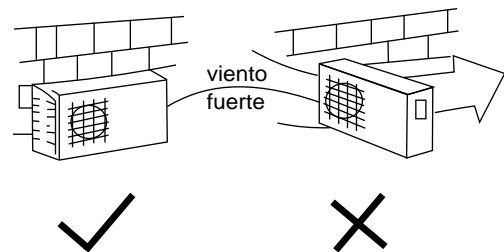

Fig.17
- En el caso que el lugar escogido para la instalación esté expuesto a vientos fuertes, como a la orilla del mar, asegúrese que el ventilador está funcionando adecuadamente al colocar la unidad a lo largo de la pared o utilizando placas de protección contra el polvo. Fig. 17.